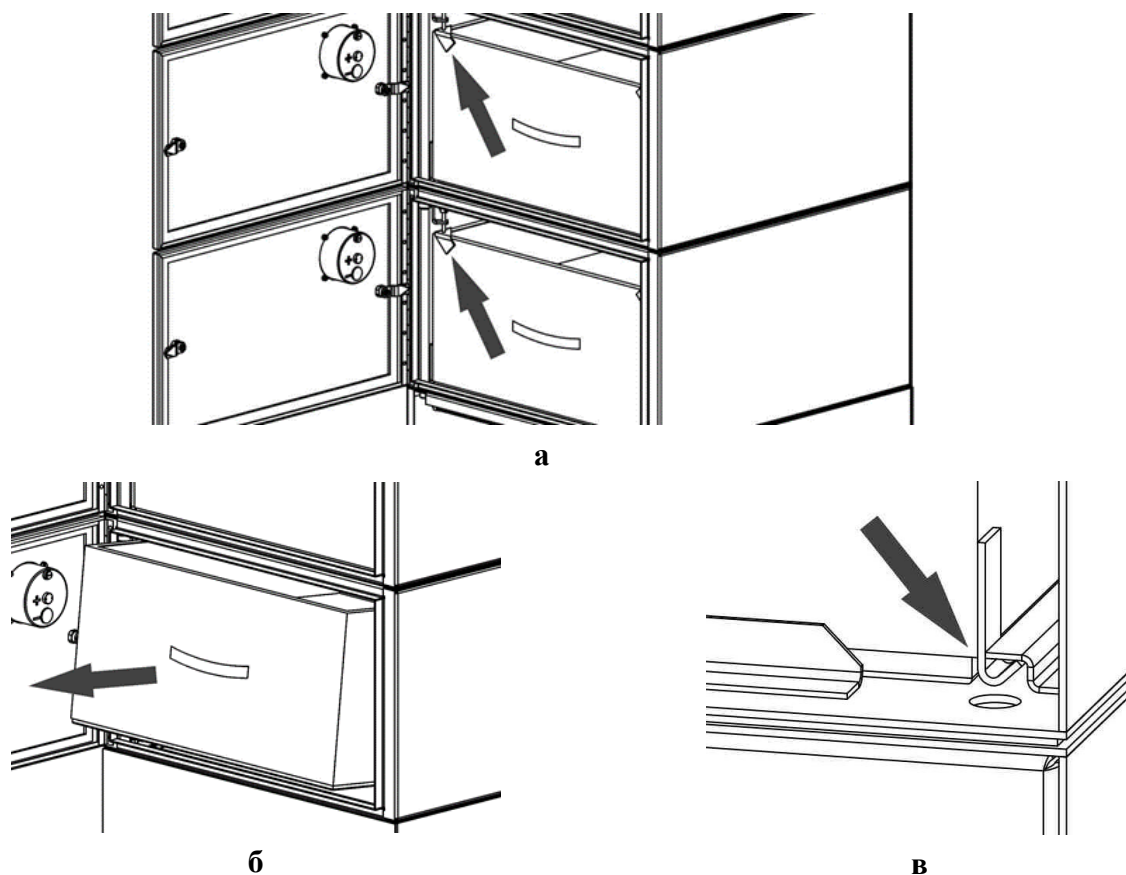

Рисунок 12
- 2) ослабить винты передних прижимов, снять угловые планки (рисунок 12а);
- 3) извлечь фильтровальный элемент, приподняв и потянув на себя под углом так, чтобы освободить из захвата крючки на его задней стенке (рисунок 12б, в);
- 6) установить новый фильтровальный элемент камеру. При установке следить, чтобы крючки на задней стенке фильтровального элемента вошли под фиксирующую планку (рисунок 12в). Прижать верхние передние углы фильтровального элемента угловыми планками и закрепить винтами;